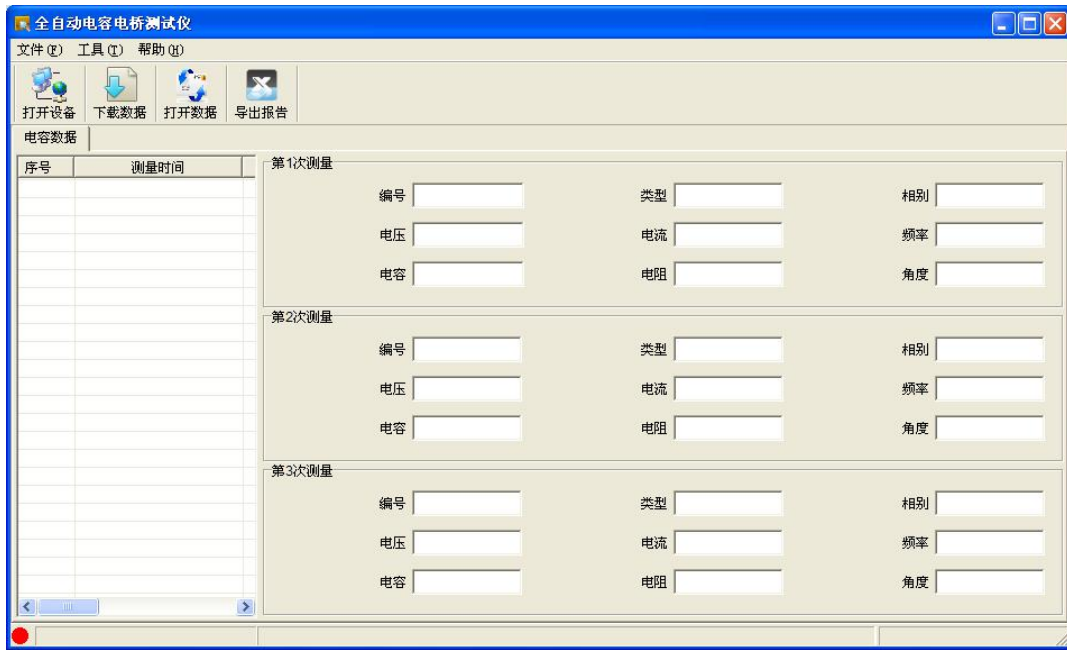
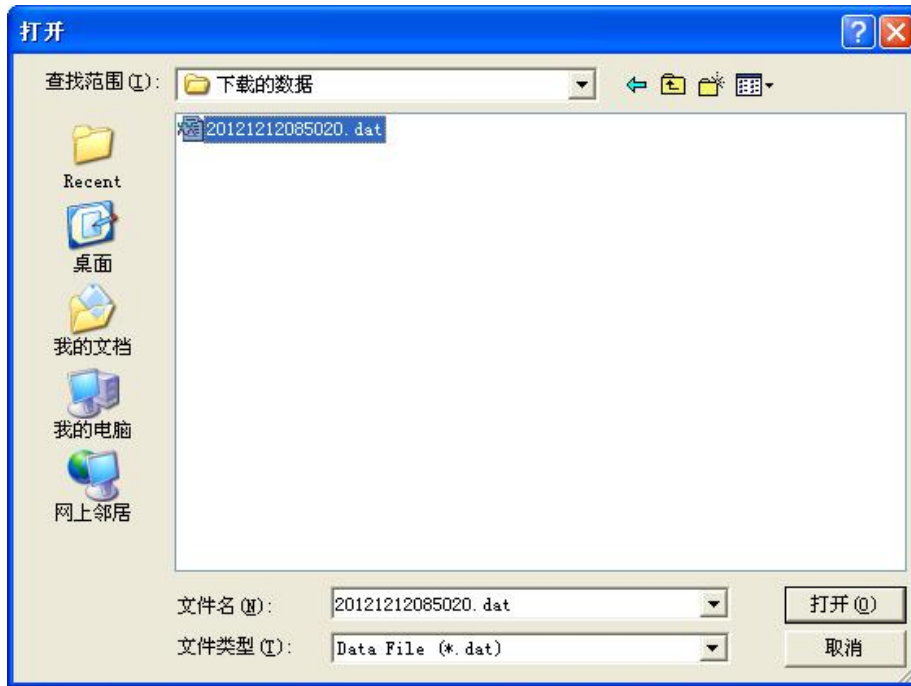

图 4.4 软件界面
图 4.11 打开数据
1. 通信连接线连接好后，打开仪器电源，待仪器进入图 3.1 所示主界面后，点击“数据通信”，然后运行“全自动电容电桥测试仪.exe”，如图 4.4 所示。
4. 打开数据：在图 4.4 中，也可以通过点击“打开数据”按钮，查看已保存在 PC 机中的历史数据，如图 4.11 所示。